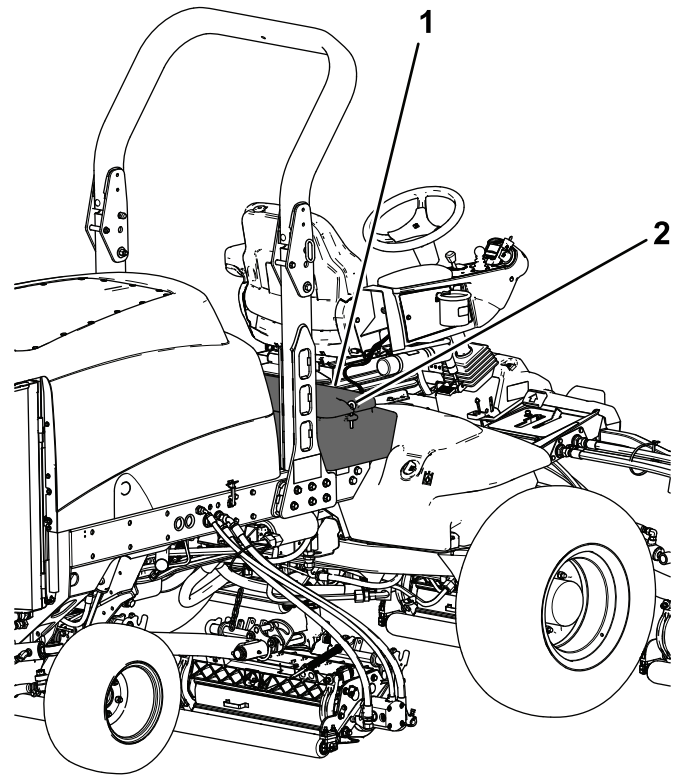

Bild 59
2. Entriegeln und heben Sie die Abdeckung der Bedienerkonsole hoch (Bild 59).